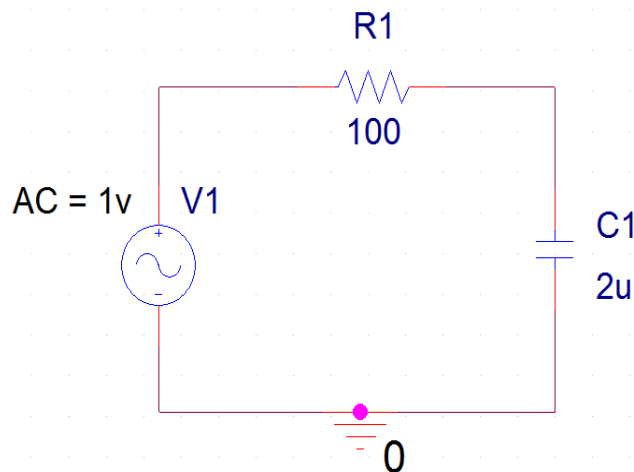

Рисунок 5.1 – Схема послідовного з'єднання резистора і конденсатора
1. Завантажте схему (див. лабораторну роботу № 3) послідовного з'єднання резистора і ємності, яку збережено в теці *D:\RT16\Lab02* під ім'ям *Prizvushe_RC_AC.sch* (рис. 5.1).